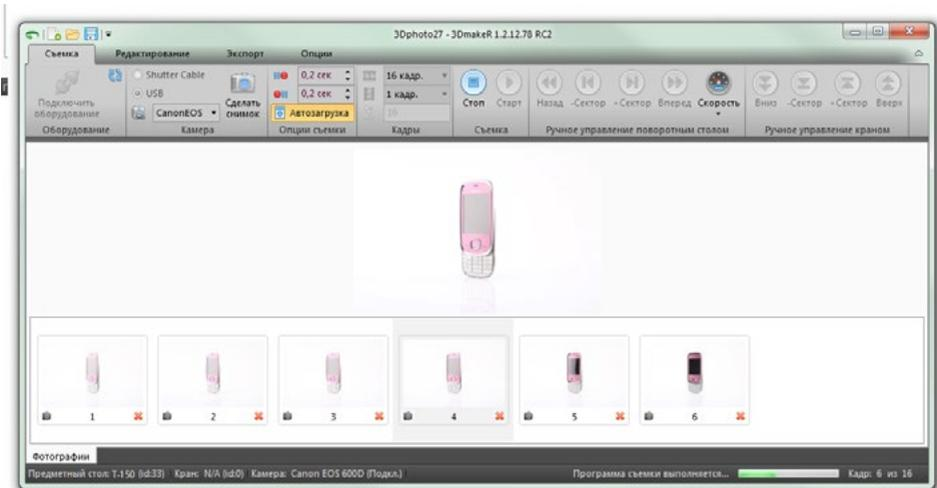

Рисунок 15
5. В режиме подключения камеры USB программа автоматически загружает фотографии для их дальнейшего редактирования (рис. 15).